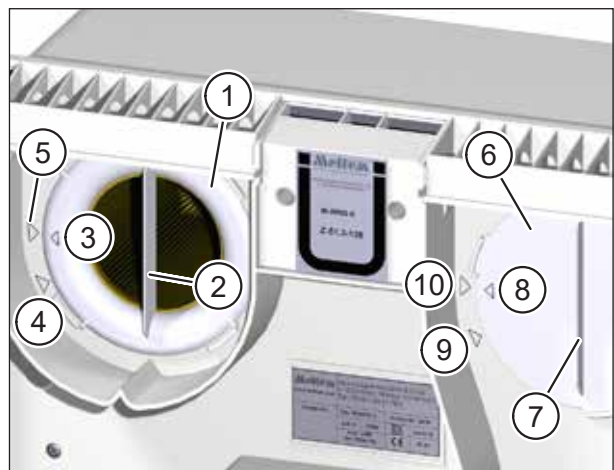

Abb. 14: Luftfilter entfernen
- ▶ Drehen Sie den Filterring (Pos. 1 in Abb. 14) an der Griffleiste (Pos. 2 in Abb. 14) gegen den Uhrzeigersinn, bis der Pfeil am Filterring (Pos. 3 in Abb. 14) auf den Pfeil der Entnahmeposition (Pos. 4 in Abb. 14) zeigt.
- ▶ Drehen Sie den Filterdeckel (Pos. 6 in Abb. 14) an der Griffleiste (Pos. 7 in Abb. 14) gegen den Uhrzeigersinn, bis der Pfeil (Pos. 8 in Abb. 14) am Filterdeckel auf den Pfeil der Entnahmeposition (Pos. 9 in Abb. 14) zeigt.
- ▶ Achten Sie darauf, dass der Filterring so orientiert ist, dass der Pfeil auf dem Filterring (Pos. 3 in Abb. 14 auf Seite 26) mit dem Pfeil der Entnahmeposition (Pos. 4 in Abb. 14 auf Seite 26) fluchtet.
- ▶ Drehen Sie den Filterring im Uhrzeigersinn, bis der Pfeil auf dem Filterring (Pos. 3 in Abb. 14 auf Seite 26) mit dem Pfeil der Arretierposition (Pos. 5 in Abb. 14 auf Seite 26) fluchtet.
- ▶ Kontrollieren Sie die Position von Filterring und Filterdeckel. Die Griffleisten müssen senkrecht stehen und die Pfeile auf Filterring und Filterdeckel müssen mit den Pfeilen der Arretierposition fluchten (siehe Abb. 14 auf Seite 26).